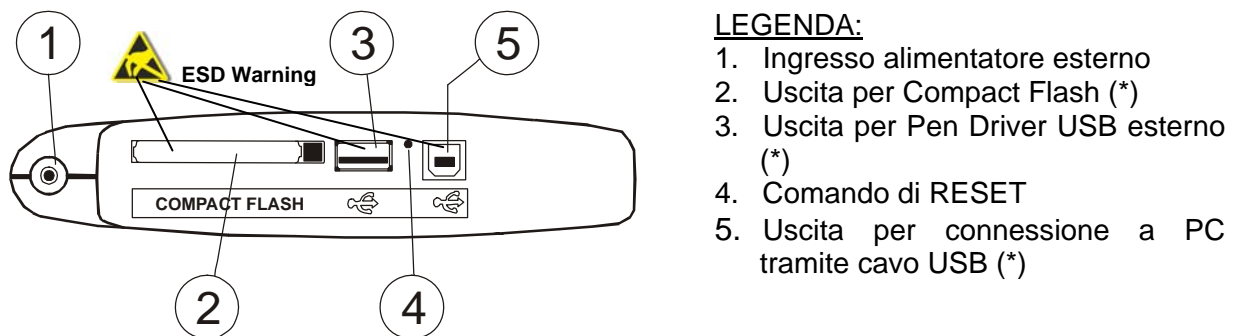

Fig. 3: Descrizione connettori di uscita dello strumento
1. Usare il puntatore a penna PT400 o altro oggetto toccando lievemente la parte interna del foro presente nella parte laterale dello strumento (vedere la Fig. 3 – voce 4). Lo strumento automaticamente si spegne.